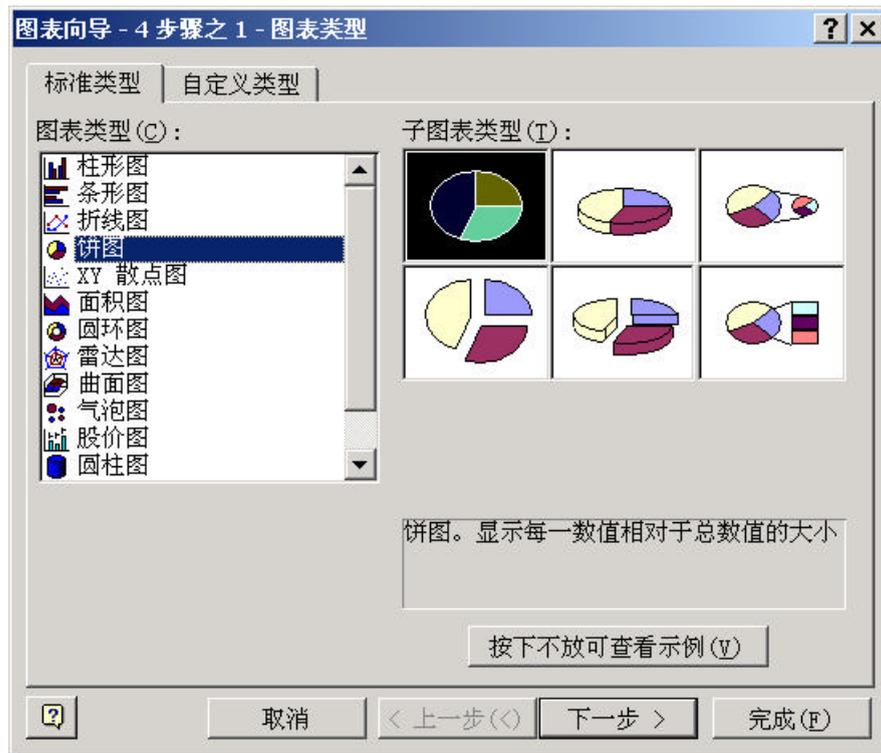

图 4-8 图表向导 - 4 步骤之 1 - 图表类型
- 1) 请从Excel的菜单选择[插入(I)]-[图表(H)...]。在表示的[图表向导 - 4 步骤之 1 - 图表类型(C)]内，选择[饼图] (图 4-8)，再按下[下一步 >]命令按钮。